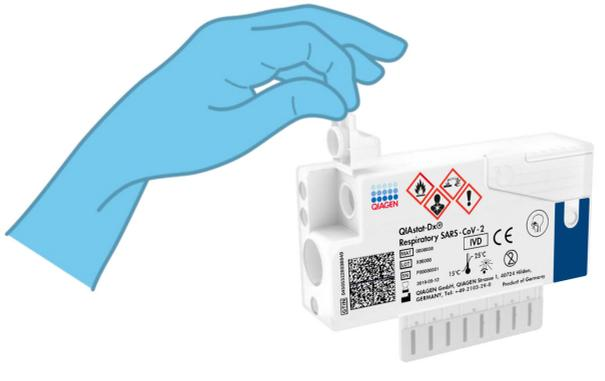

Figura 7. Apertura de la tapa de la muestra del puerto para hisopo.
4. Abra la tapa de la muestra del puerto para hisopo en el lado izquierdo del QIAstat-Dx Respiratory SARS-CoV-2 Panel Cartridge (figura 7).